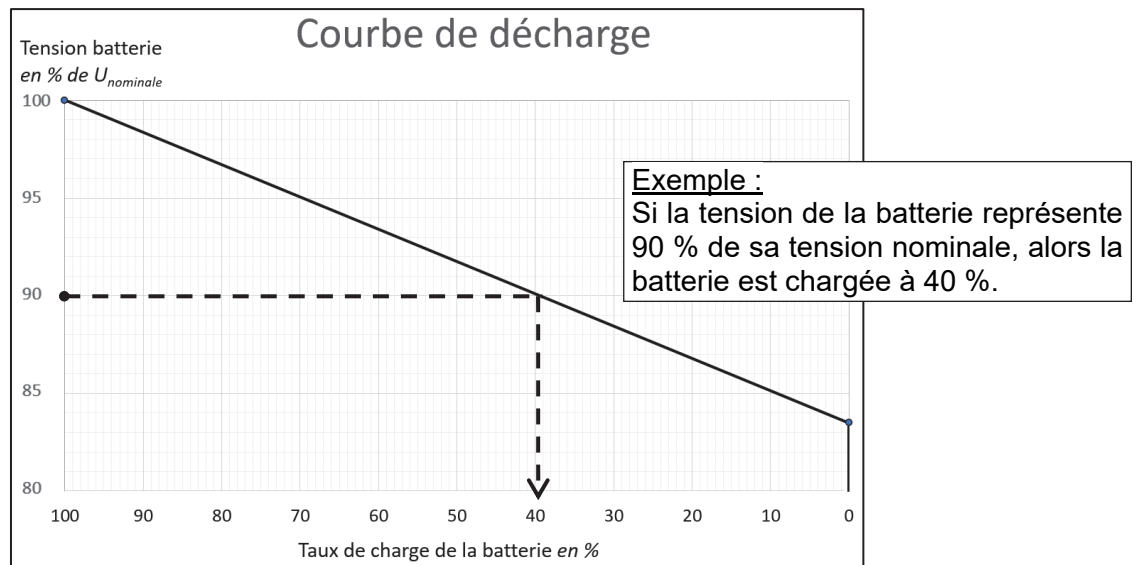

Figure 2 : courbe de décharge
Pour déterminer le taux de charge d'une batterie, il suffit de mesurer la tension présente à ses bornes. Celle-ci varie légèrement en fonction du taux de charge selon la courbe de décharge donnée en figure 2.
- **relever** la valeur « Tension de batterie en % de Unominale » à l'aide du graphique « courbe de décharge » (voir Figure 2) ;